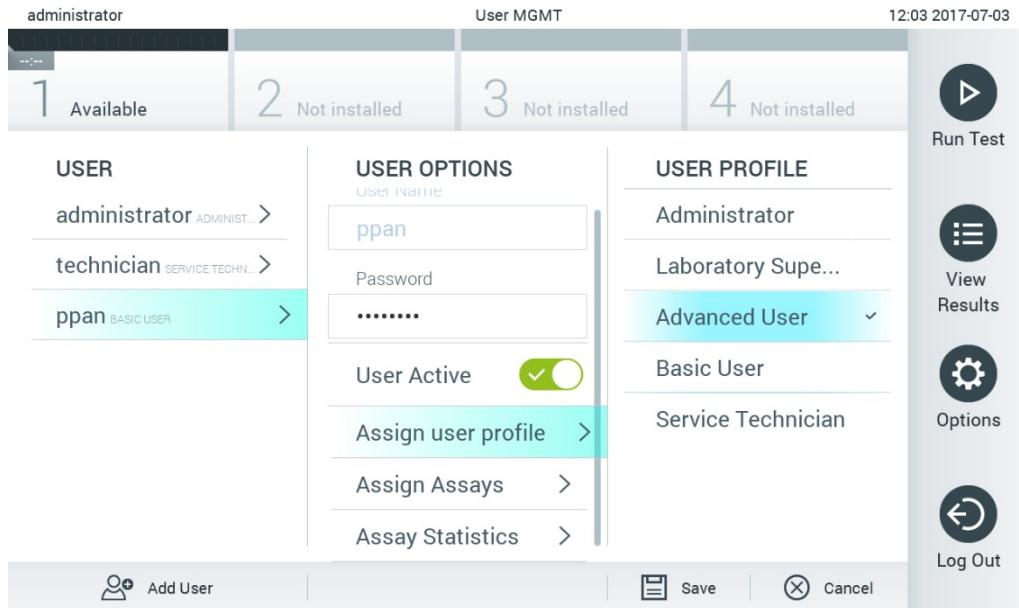

Figura 54. Alocarea profilurilor de utilizator utilizatorilor.
- **Assign User Profile** (Alocare profil de utilizator): Permite alocarea unui alt profil de utilizator utilizatorului respectiv (de exemplu, Administrator, Laboratory Supervisor (Supraveghetor de laborator), Advanced User (Utilizator avansat), Basic User (Utilizator de bază)). Selectați profilul de utilizator corespunzător din lista din dreapta zonei de conținut (Figura 54).